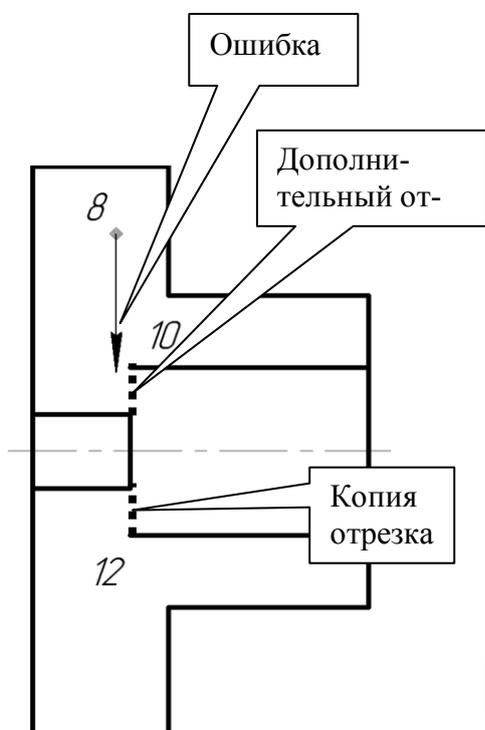

Рис.5.8. Проверка модели
20. Переместите узелок 8 вертикально вниз, расположив его за точкой 10. Такой вариант изменения геометрии наша модель не предусматривает. В эскизе возникло две ошибки. Точки 10 и 12, принадлежащие отрезкам сквозного отверстия, повисли в воздухе (рис. 5.8), достройте недостающие отрезки.